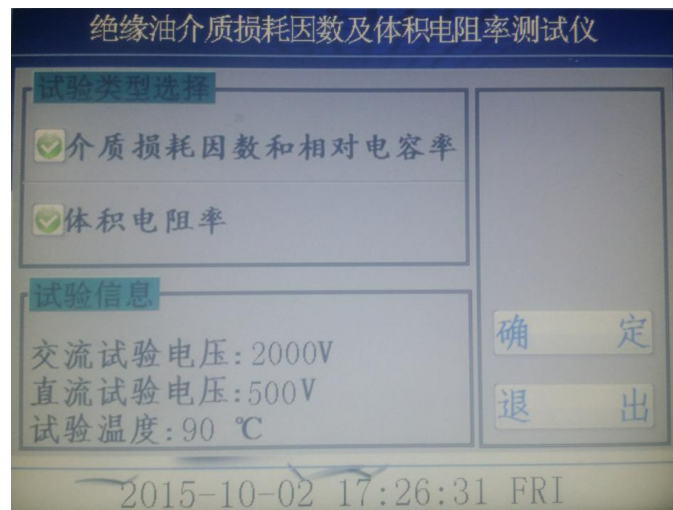
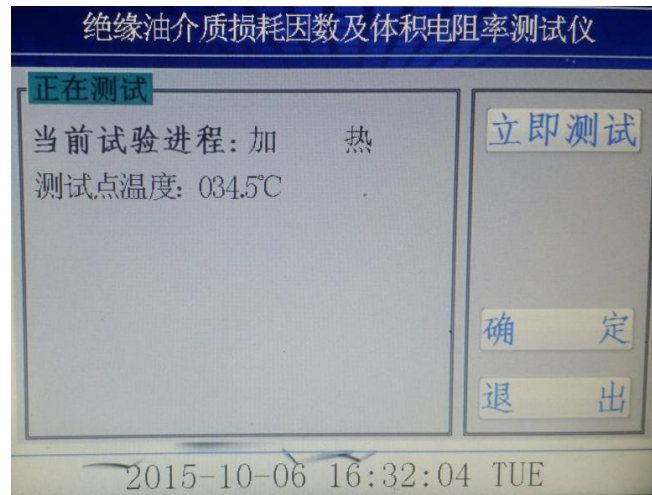

图 6
图 7
5、在图 3 界面下，点击空杯测试进入图 6，空杯测试主要是对油杯注油前的干净程度和装配进行验证，可以选择介质损耗因数和相对电容率及体积电阻率，点击测试项目前面的光标即可选择测试还是不测试。空杯介损值越小越好，在图 6 中选择完测试项目后点击确定后即可进入图 7，图 7 中设备可以在设定的 90℃进行测量，也可以点击立即测试，在当时温度下测量。
6、空杯检测完毕没有问题后，将油杯的内电极取出置于油杯架上，取 40ml 待测油样置于油杯中（注意：注入油样时一定要注意不能出现气泡，应沿着杯壁缓缓注入），油样注入后，再将油杯的内电极慢慢的放到位。（动作要慢一些，防止动作太快，排气不及时，使油样溢出），接好测量信号线和温度信号线，点击图 3 中的自动测试，进入图 6 界面和图 7 界面，一般测油是都按照规程 90℃ 测量，同样也可以选择立即测试，在当前温度下测量。